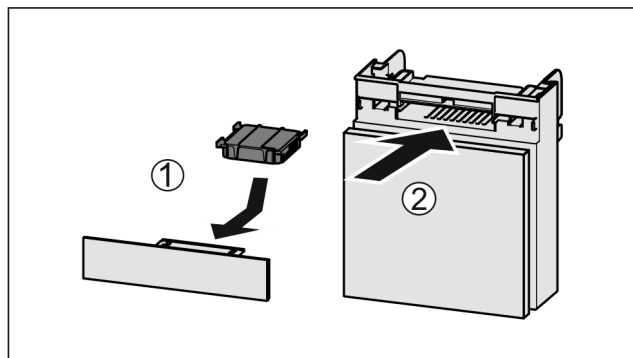

Fig. 163
- Aktivkohlefilter nach Abbildung einsetzen Fig. 163 (1).
- Fach einschieben Fig. 163 (2).